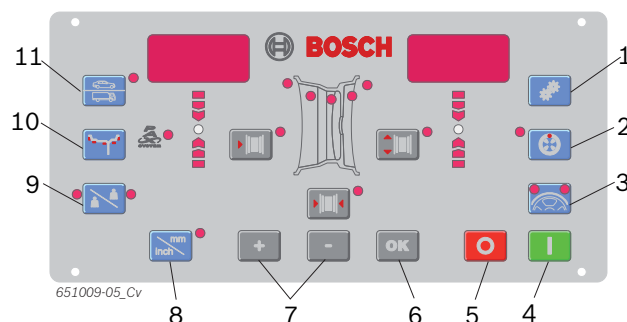

Fig. 5: Przyciski panelu obsługi/wskaźników
2. Wprowadzić aktualną liczbę ramion koła za pomocą przycisków **<->** lub **<+>** (rys. 5, poz. 7).